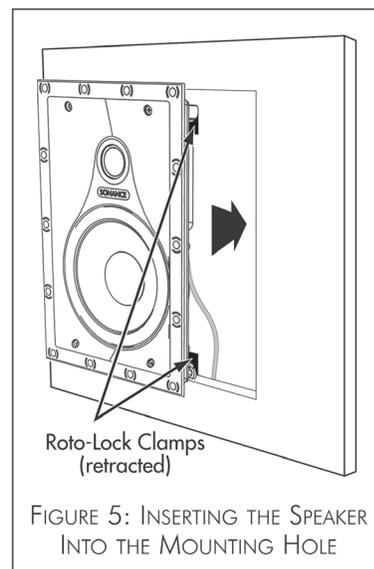

FIGURE 5: INSERTING THE SPEAKER INTO THE MOUNTING HOLE
3. すべてのRoto-Lockトグルフットが、取り付け穴の境界線内に収まるように収納されていることを確認します。スピーカーを天井の穴に挿入します (図5)。Roto-Lockシステムは天井材厚さ32mm、トグルフットキャップを外すと天井材厚さ48mmに対応します。